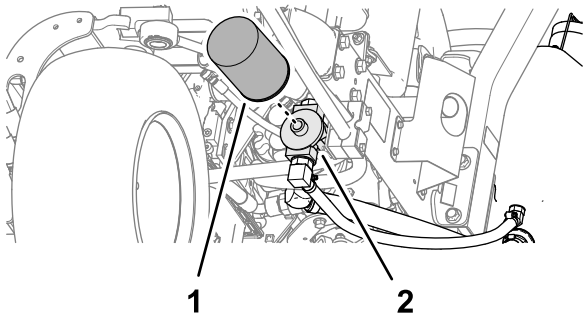

Figura 92
2. Curățați în jurul zonei de montare a filtrului. Aezați o tavă de golire sub filtru (Figura 92) și îndepărtați filtrul.